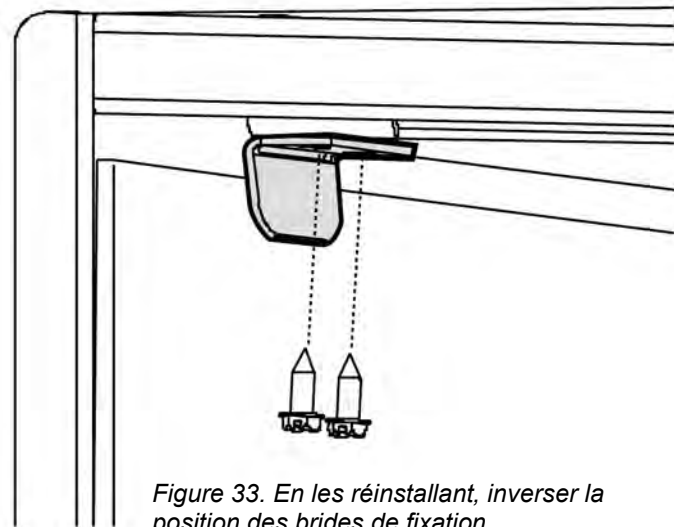

Figure 33. En les réinstallant, inverser la position des brides de fixation.
7. Réinstallez les brides de fixation de panneaux, mais en les inversant des côtés d'où vous les avez retirés. Pliez les languettes des brides de fixation au besoin pour bloquer en place les panneaux. Voir fig. 33.